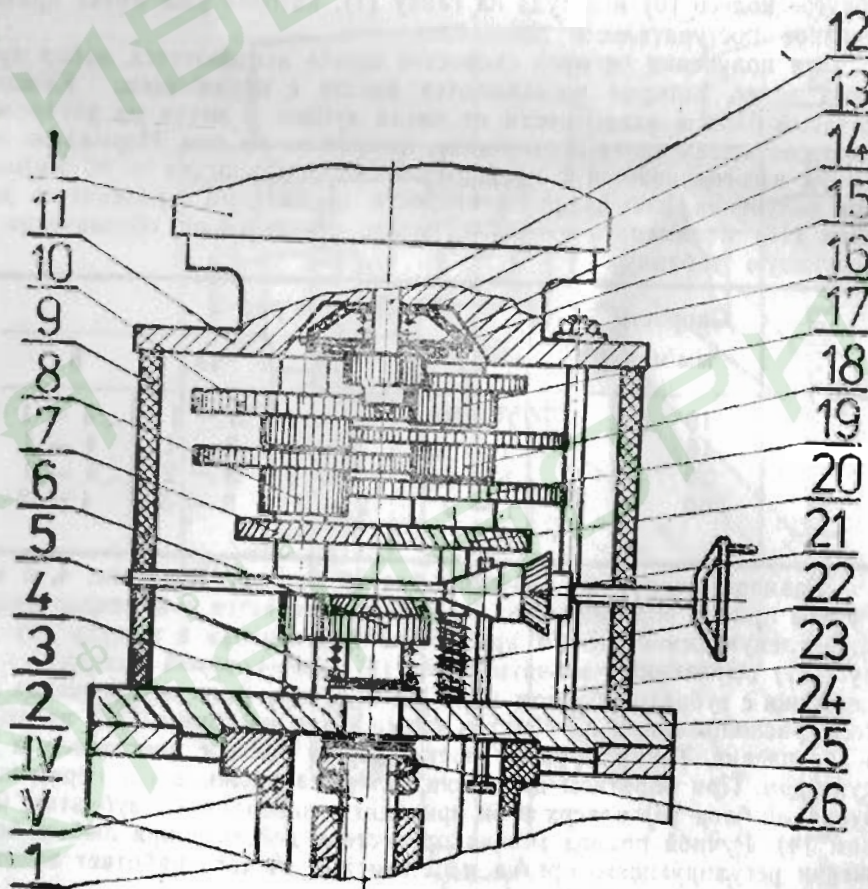

Рис. 2
4.1. Электрический двигатель (1) представляет собой симметричный асинхронный двигатель с пусковым конденсатором и имеет 1380 оборотов на выходном валу. Для улучшения качества электрического исполнительного механизма на выходном валу двигателя монтируется постоянно действующий фрикционный тормоз. Два диска (14) и (15), один из которых неподвижно соединен с валом электродвигателя, а другой — с фланцем, прижимаются друг к другу с помощью пружины (13). Путем перемещения зубчатого колеса в осевом направлении по отношению вала электродвигателя (12) натягивается или освобождается пружина (13) (рис. 2), и следовательно уменьшается или увеличивается усилие тормоза.
4.3. Редуктор (III) служит для уменьшения оборотов двигателя, для получения четырех скоростей штока, для осуществления ручного привода и обеспечения выключения электродвигателя при перерулке. Точное исполнение и принцип действия редуктора показаны на рис. 2.
Скорость мм/мин.	Позиция по рис. 2
Эксплуатация электрических исполнительных механизмов не вызывает особых трудностей и его поддержание в исправности ограничивается только смазкой зубчатых колес редуктора. Рекомендуется раз в шесть месяцев отвинтить две гайки (16) (рис. 2), чтобы снять двигатель и металлические зубчатые колеса смазать обильной смазкой. Вид смазки не определяется точно, но желательно, чтобы она имела качества, подходящей для условий работы механизма. Нет необходимости смазывать пластмассовые зубчатые колеса, но если смазка падает на них, то не мешает их работе. Завод-изготовитель рекомендует смазку типа ЦИАТИМ-201.
— Сломан предохранительный штифт зубчатого блока (8) рис. 2.
— Необходимо проверить, почему перегружается редуктор. После этого отвинчиваются две гайки (16) (рис. 2).
— Пружина (5) (рис. 2) не может вытолкнуть зубчатое колесо (6) вверх до положения зацепления с зубчатым блоком (7).
— Сломан штифт, который соединяет корпус (21) (рис. 2) с осью ручного привода.